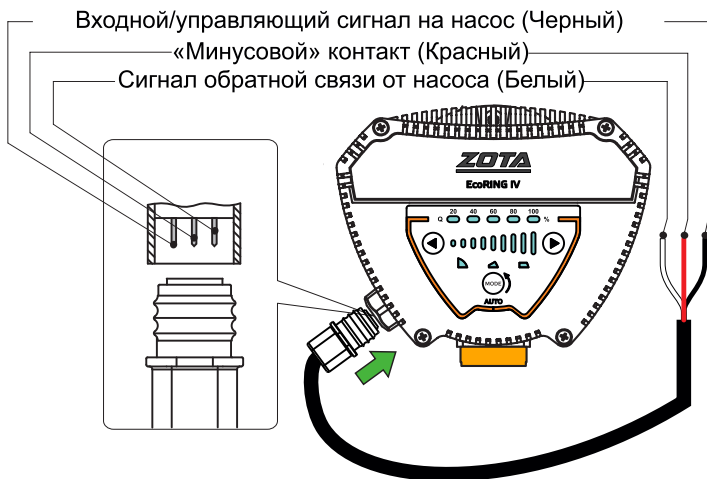

Рис.11 Схема подключения ШИМ-сигнала.
6.6.1. Для передачи ШИМ-сигнала используется входящий в комплект сигнальный кабель со штекером. Подключение штекера осуществляется к соответствующему разъему, расположенному на блоке управления (см. Рис.11).